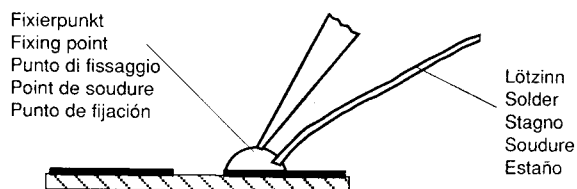

Fig. 3
3. Schritt: Lötspunkt von Lötückständen säubern. Lötperle anbringen (Fig. 3).
3. Pulire il punto dai residui di saldatura. Applicare una goccia di stagno (Fig. 3).
3. step: Remove possible residues from the soldering point. Then apply a solder bead (Fig. 3).
3. Aspirer les restes de soudure sur le circuit. Poser une pointe de soudure (Fig. 3).
- Tercer paso: Limpiar el punto de soldadura de residuos de la soldadura anterior. Poner una gota de estaño (Fig. 3).